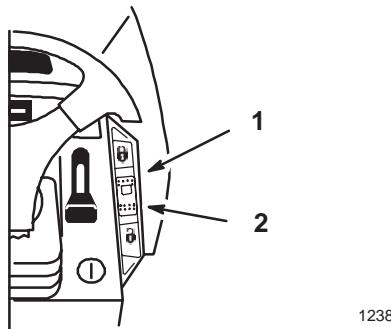

Bild 25
Ein 3-Positions-Schalter auf dem Armaturenbrett (Bild 25) mit den folgenden Funktionen: Verklinkte Aktivierung (unter Federdruck), „Ein“ und „Entriegelt – Aus“. Der Tempomat regelt die Fahrpedalstellung ohne Fußdruck. Die Geschwindigkeitsregelung dient nur dem Einsatz bei der Vorwärtsfahrt. Benutzen Sie den Tempomat nie im Rückwärtsgang.
1. Beginn der Traktorfahrt: Siehe „Vorwärts- und Rückwärtsfahren“ auf Seite 23. Schieben Sie, während Sie mit dem Fuß gleichmäßig auf das Fahrpedal treten, den Tempomatschalter (Bild 25) auf **Verklinkt-EIN**.
1. Schieben Sie, während Sie mit dem Fuß gleichmäßig auf das Fahrpedal treten, den Tempomatschalter (Bild 25) auf „**Entriegelt – Aus**“.